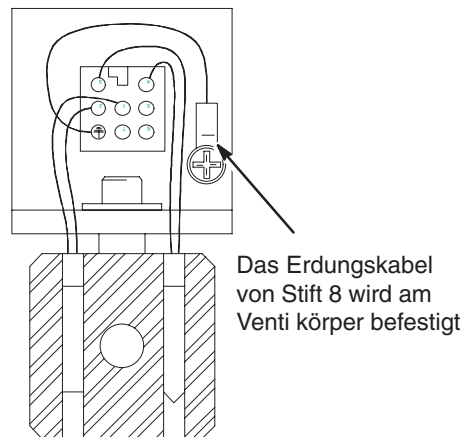

Abb. 4
3. Stellen Sie sicher, dass der Steckerkontakt E bei den sechspoligen Modellen (siehe Abb. 5) oder der Kontakt 8 bei den achtpoligen Modellen (siehe Abb. 4) innerhalb der Schalttafel-Steckdose mit einem guten Erdungspunkt verbunden ist.